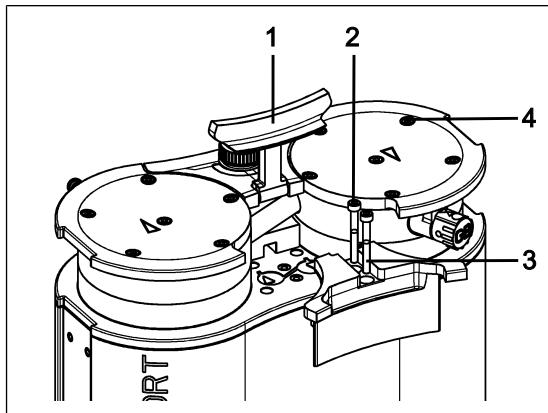

Fig.8: Démonter le cache
1. Mettez la poignée (1/Fig. 8) en position verticale.
2. Desserrez les vis (2/Fig. 8) du cache (3/Fig. 8).
3. Retirez le cache (3/Fig. 8).
4. Desserrez les vis extérieures de la tête (4/Fig. 8).
1. Marquez la plaque supérieure (2), le couvercle (3), la culasse (6) avec un trait de crayon continu. Cela permet d'éviter que les pièces ne soient mal assemblées par la suite.
2. Desserrez les vis extérieures (4/Fig. 8) des têtes de la pompe.
1. Amenez les membranes (7) dans la position centrale.
2. Appuyez tout autour du bord de la membrane (7). Appuyer sur la membrane (7) uniquement sur une tête de pompe.
3. Placez la culasse (6) avec les plaques soupapes/joints (4) sur le support en fonction du trait de crayon.
4. Placez le couvercle (3), conformément à la goupille d'ajustage (5), sur la culasse (6).
5. Placez la plaque supérieure (2) sur le couvercle en fonction du trait de crayon.
7. Serrez la vis (1) au milieu de la plaque de pression (couple de serrage : 1 Nm).
9. Positionnez les têtes (composées du couvercle (3), de la culasse (6) avec plaques soupapes/joints (4) et de la plaque supérieure (2)) avec le tuyau de raccordement sur le corps de pompe en fonction du trait de crayon.
10. Montez le cache de poignée (3/Fig. 8).
11. Serrez les vis (2/Fig. 8) du cache de poignée (3/Fig. 8) (couple de serrage : 2 Nm).